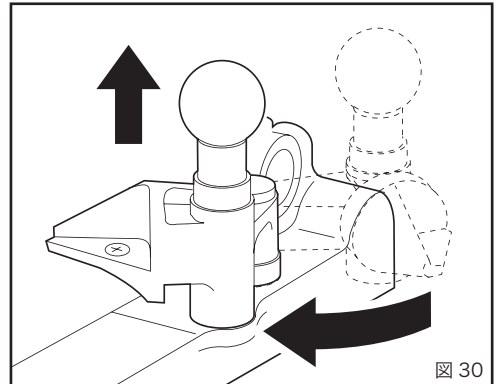
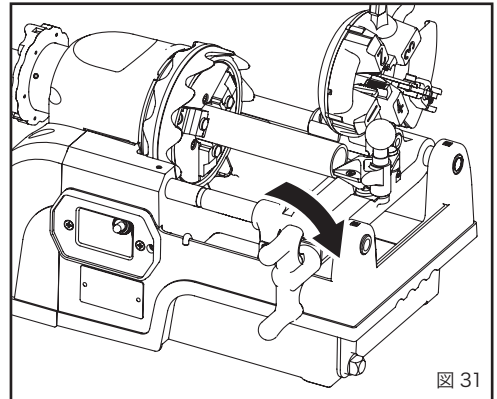

図 30
図 31
- ①使用しないダイヘッドとカッターを起こしてください。(図 30)
- ②リーマのセットノブを持ち上げ、リーマを面取り位置にセットします。
- ③スイッチを入れてパイプを回転させてから、送りハンドルでリーマをパイプに押しつけ、パイプが 1 回転以上したらリーマをパイプからはなしてください。これで面取りは完了です。(図 31)